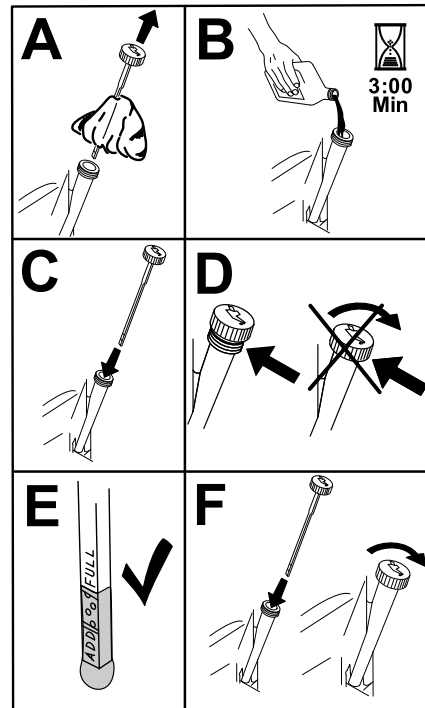

Figura 40
- Vierta lentamente un 80% aproximadamente del aceite especificado por el tubo de llenado, luego añada lentamente el resto del aceite hasta que llegue a la marca de **Lleno** (Figura 40).